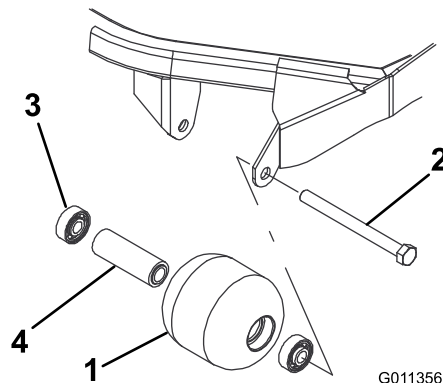

Figura 121
1. Retire o parafuso de montagem do rolo (Figura 121).
4. Verifique se a estrutura dos rolamentos, os rolamentos e o espaçador de rolamentos estão danificados (Figura 121). Substitua os componentes danificados e volte a montá-los.
1. Introduza o primeiro rolamento na estrutura do rolo (Figura 121). Empurre só a calha externa ou, então, exerça o mesmo tipo de pressão nas calhas interna e externa.
2. Coloque o espaçador (Figura 121)
3. Introduza o segundo rolamento na estrutura do rolo (Figura 121). Exerça o mesmo tipo de pressão nas calhas interna e externa até a calha interna entrar em contacto com o espaçador.